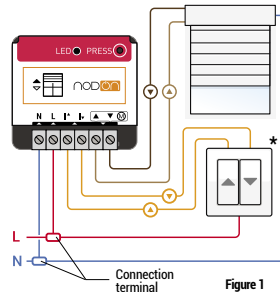

Figure 1
- Realice el cableado del módulo según el esquema de la imagen 1.
- Wire the Relay Switch according to the diagram figure 1.